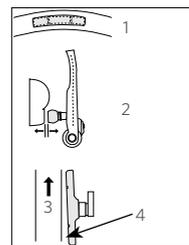

FIGURE 31:
2. Alignez les patins de frein conformément à l'illustration de la Figure 31. Serrez les boulons de fixation du patin de frein.